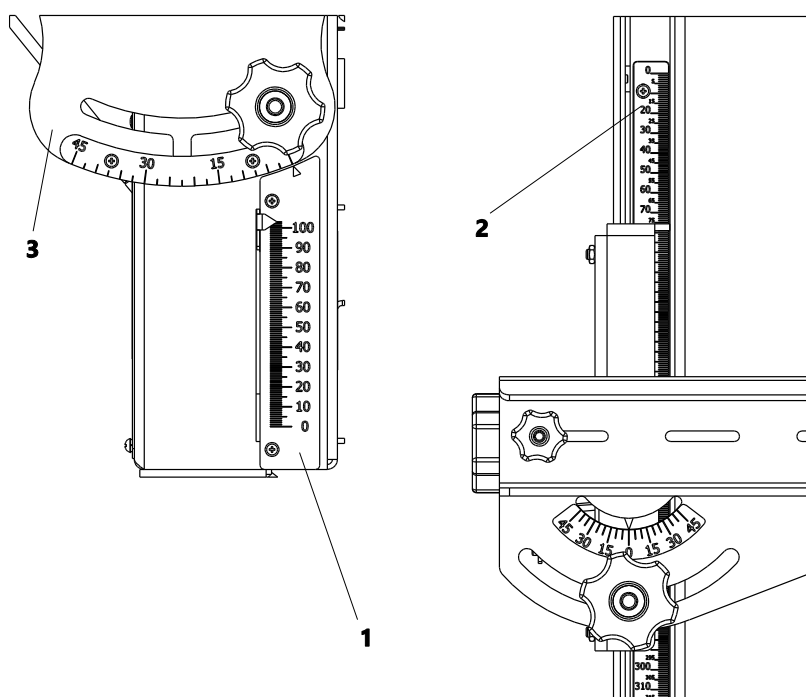
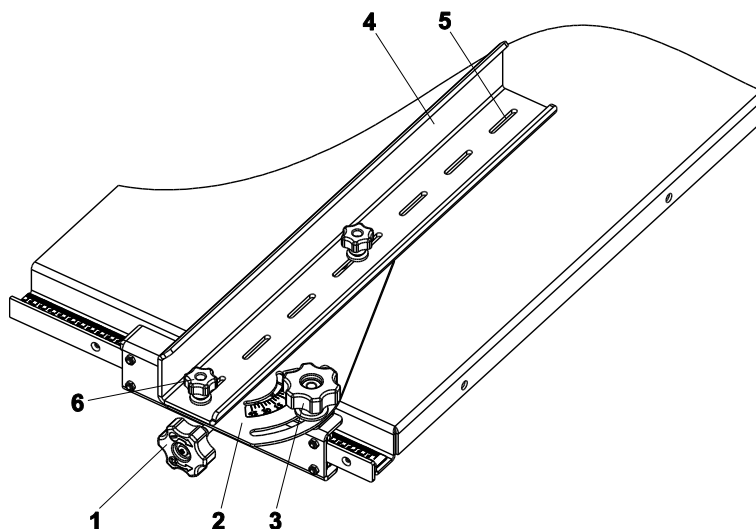

Рисунок 6
Рисунок 7. Регулировка положения направляющей линейки
6.1.2 Регулировка шкал (рис. 6)
7.1.1 Установка и настройка направляющей линейки (рис. 7)
Направляющая линейка может перемещаться вдоль кромки пильного стола. После выставления необходимого размера по шкале 2 (рис. 6), направляющая линейка фиксируется ручкой 1 (рис.7). Для изменения угла поворота направляющей линейки расфиксируйте поворотный кронштейн 2 ручкой 3 и поверните на необходимый угол, зафиксируйте установленный угол.
- с помощью маховика 11 установить по шкале 1 (рис. 6) указатель на необходимую глубину пропила;
- с помощью рукоятки 13 установить по шкале 3 (рис. 6) указатель на необходимый угол наклона пильного диска;